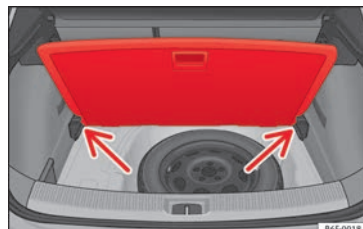

Fig. 169 Piso variable del maletero: posición inclinada.
- Apoye el piso sobre los alojamientos previstos para tal uso » **fig. 169** (flechas).